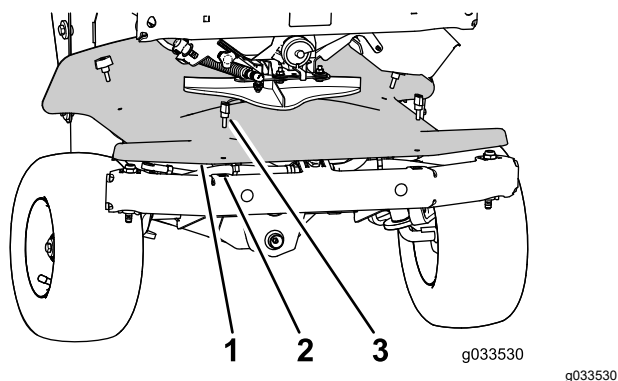

Figure 88
- A. Retirez les 4 vis à oreilles qui fixent le couvercle avant (sous la turbine) au châssis et déposez le couvercle (Figure 88).